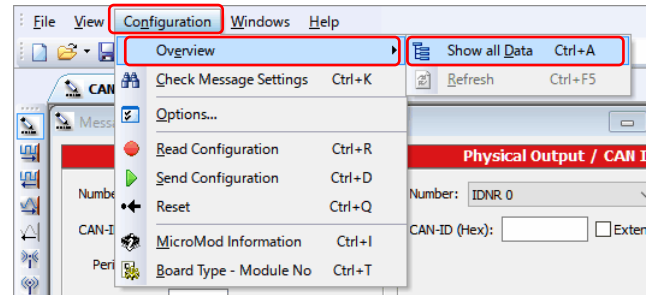

図 3-10
**Configuration** メニューから、**Overview – Show all Data** を選択します（図 3-10 参照）。